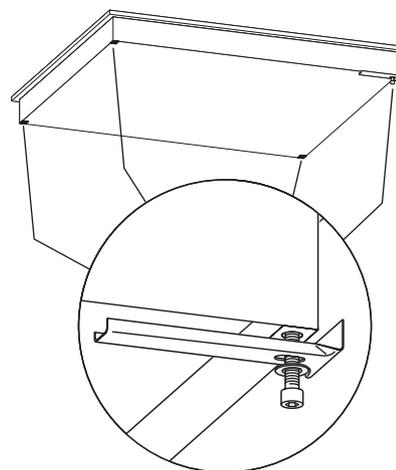

Abb. C-7 Festziehen der Montagebügel
- ▶ Bringen Sie die mitgelieferten Montagewinkel an der Unterseite des Geräts an (siehe Abbildung C-7).